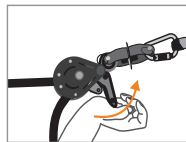

Fig 5
For at afmontere livlinen, træk i knasthåndtaget (4) (fig. 5). Afhægt det hele og pak det i sin originale taske.